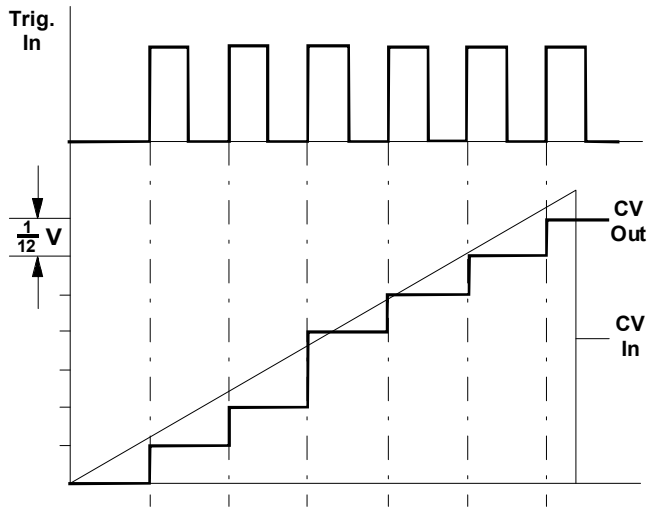

Abb. 6: erzeugter Signalverlauf bei extern getriggert Quantisierung
③ Trig. In • ⑦ Trig. In
Falls Sie am **Trigger-Eingang** ③ bzw. ⑦ ein Trigger-Signal anlegen, erfolgt die Quantisierung mit jeder **positiven Flanke** des Trigger-Signals (s. Abb. 6).